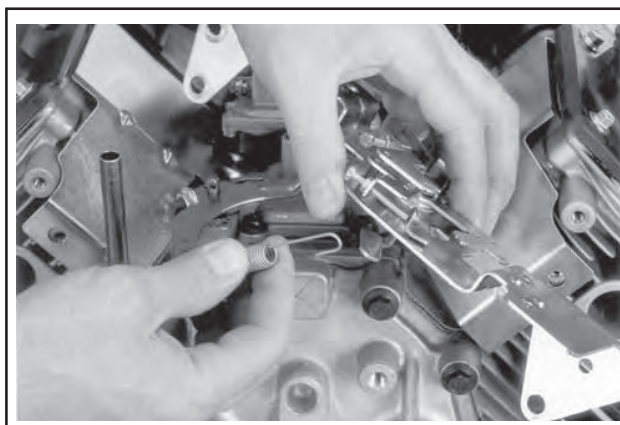

Abbildung 9-23. Die Feder von der Halterung abnehmen.
2. Die Positionen der Öffnungen der Feder markieren und die Feder vom Drehzahlreglerhebel abnehmen. Siehe Abbildung 9-23.